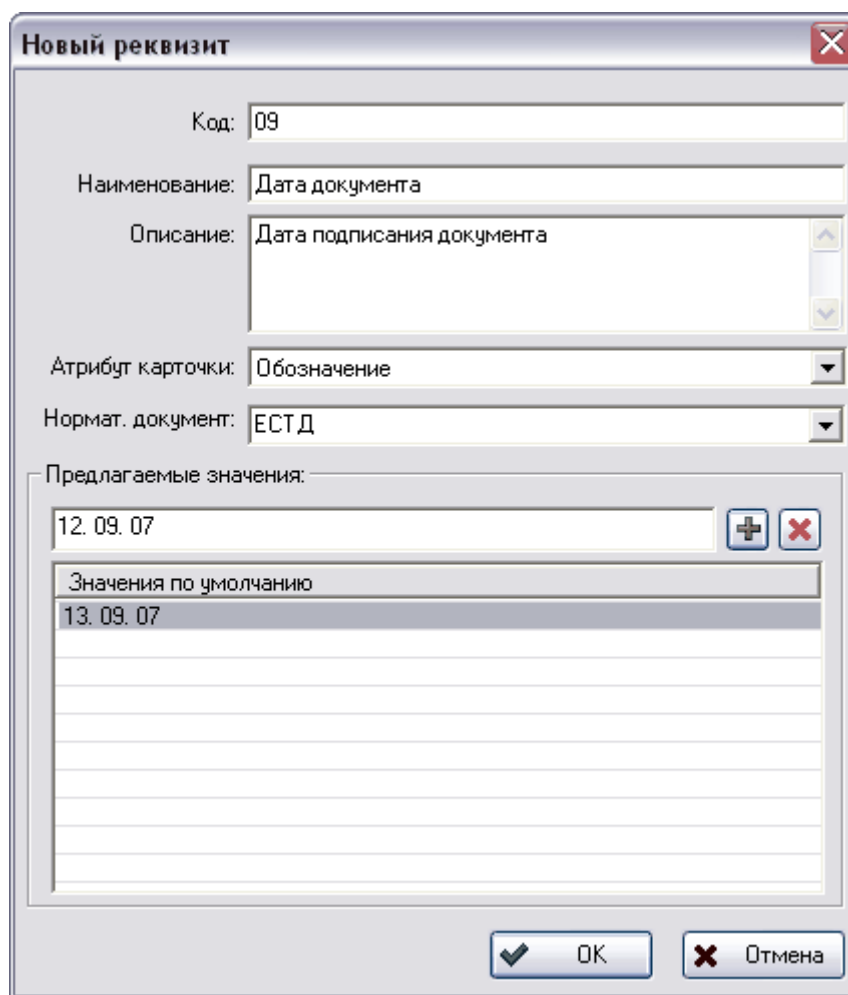

Рис. 58 Новый реквизит
2. В появившемся диалоговом окне **Новый реквизит** введите соответствующие атрибуты нового реквизита (Рис. 58).